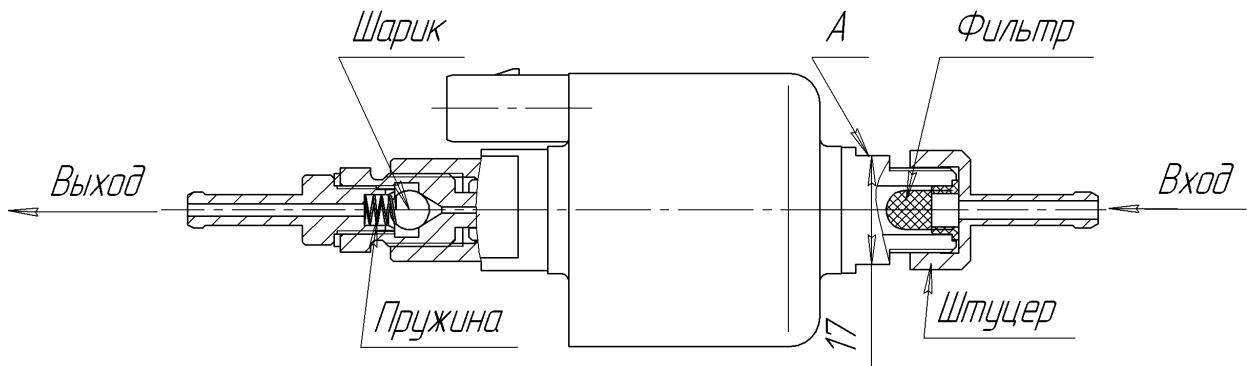

Рис.10.1 – Топливный насос
1) демонтировать топливный насос с ТС. Зафиксировав ключом (ключ на 17 мм) от поворота за поверхность А, отвернуть штуцер и снять фильтр (см. рис.10.1, запрещается фиксация топливного насоса за другие поверхности при отворачивании и наворачивании штуцера);